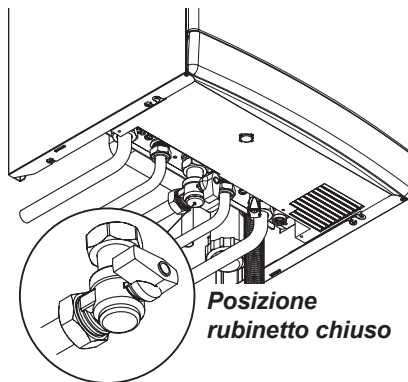

Fig. 2.23
- chiudete i rubinetti della caldaia Fig. 2.23.